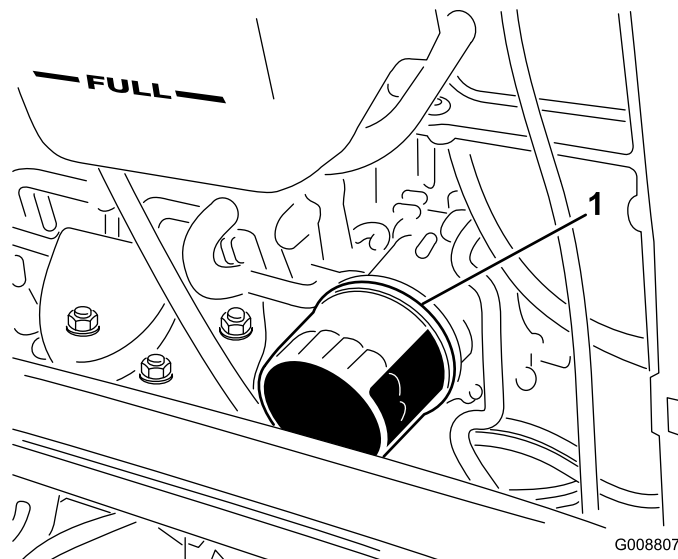

Figura 59
2. Retire o filtro do óleo (Figura 59). Aplique uma leve camada de óleo limpo no vedante do filtro novo antes de o montar. Não aperte demasiado.